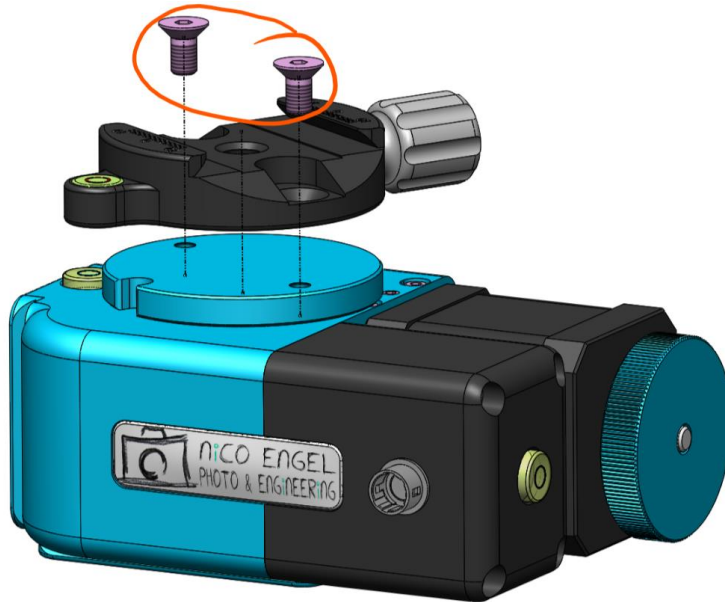

Bild 1
2. Zwei Senkschrauben DIN 7991 - M5x10 entfernen (Bild 1)
12. Senkschrauben (Bild 1) wieder montieren und mit maximal 4,0Nm anziehen.